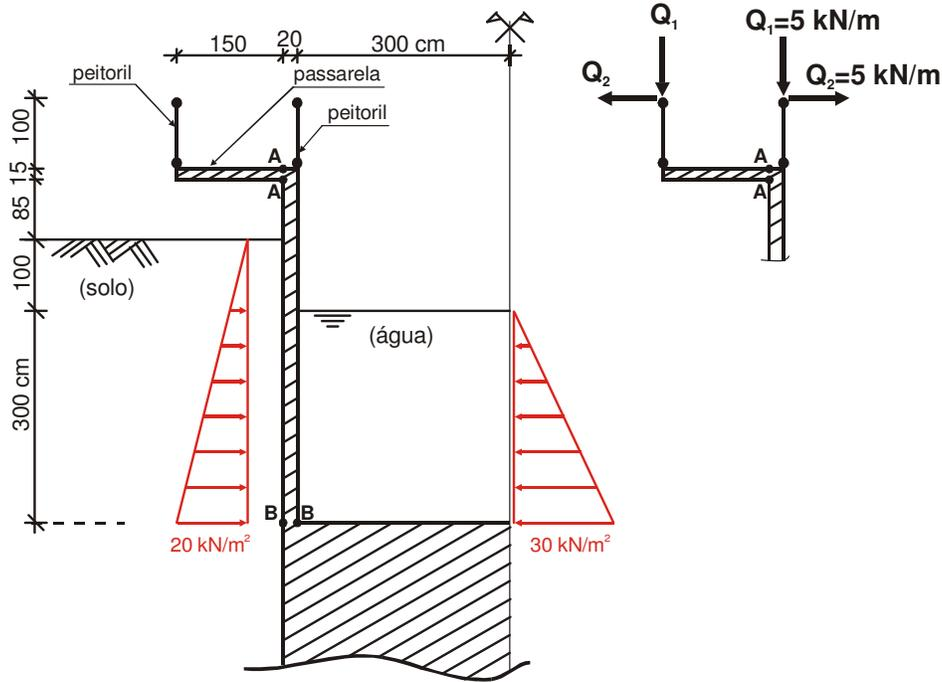

Figura 1 - Canal com passarela de inspeção.
E1 Determinar e detalhar as armaduras nas seções A e B do canal com passarela de inspeção indicado na figura 1. Para a seção B considerar as possibilidades do canal cheio e vazio.
- carga acidental no peitoril - Q_1 e Q_2 conforme a figura 1;